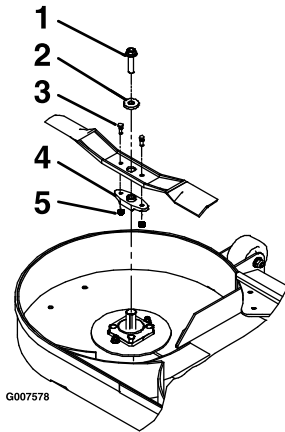

Figura 72
3. Rimuovete la lama, la rondella e il bullone della lama che fissano la lama e il giralama (Figura 72).
4. Togliete il giralama dalla lama esistente (Figura 72).
1. Montate il giralama sulle nuove lame con i bulloni di sicurezza e i dadi di bloccaggio (Figura 72).
3. Installate la lama, la rondella e il bullone della lama sull'asse del fusello (Figura 72).